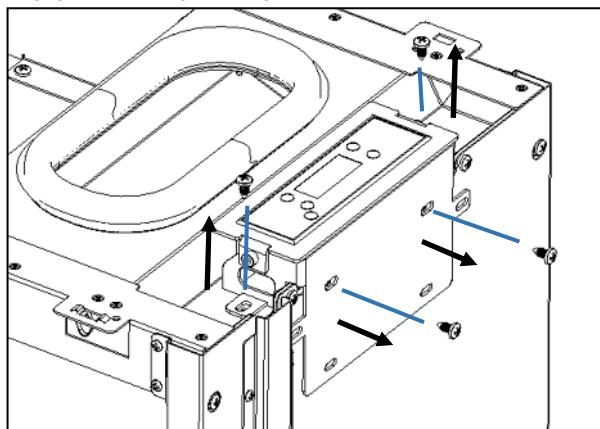

Figura 50 - Remoção do display no equipamento
- a) Antes de começar a montagem das envolventes, deve remover o apoio do display do equipamento, desapertando os quatros parafusos representado na Figura 50.